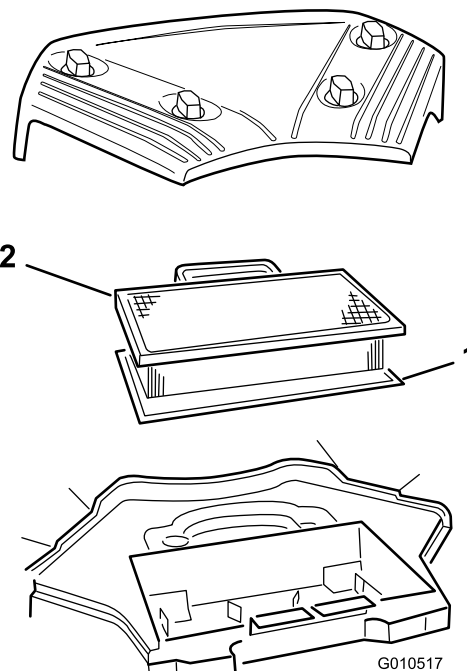

Bild 21
3. Nehmen Sie den Papiereinsatz und den Schaumeinsatz heraus (Bild 21).